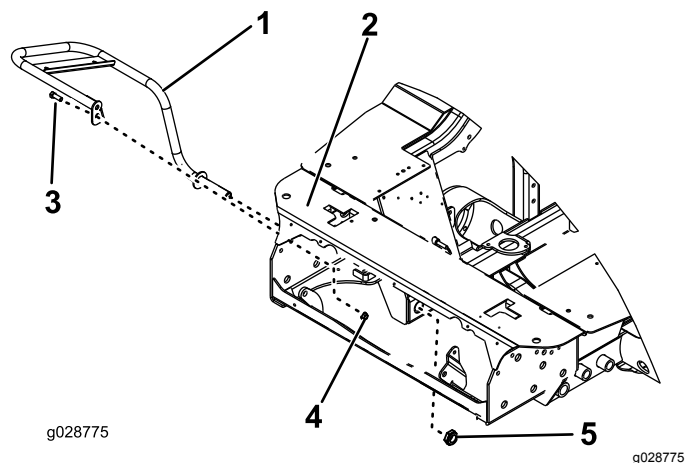

Figure 15
2. Retirez le boulon et l'écrou qui fixent le support de l'arbre de frein (Figure 15).
3. Montez la protection dans le grand trou avant du cadre en serrant légèrement le contre-écrou hexagonal (Figure 15).
4. Insérez le boulon et l'écrou retirés précédemment dans la protection et serrez-les (Figure 15).